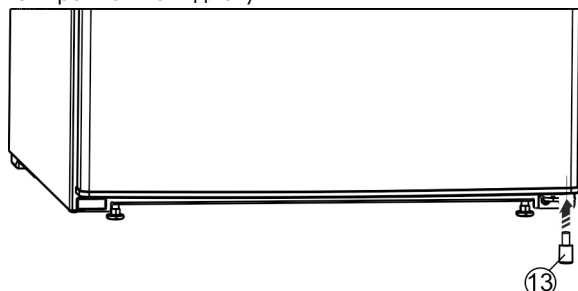

Fig. 9
- ▶ Знову вставте розпірку Fig. 9 (13) у дверцята внизу справа, оскільки вона потрібна для забезпечення стійкості пристрою.